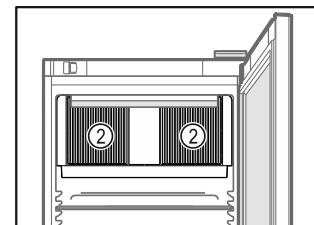

Fig. 72
- Oslobodite ventilacijske prorezе Fig. 72 (2) za ventilator optočnog zraka u unutrašnjosti.